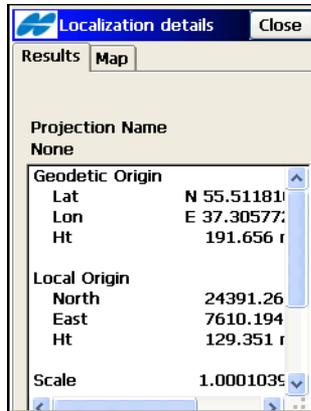

Abbildung 8-3. Transformationsdetails
6. Das Fenster *Transformationsdetails* erscheint (Abbildung 8-3 auf Seite 8-5).
Das neue Koordinatensystem wird unter dem Namen „Transformation“ gespeichert und automatisch nach Antippen von **Schließen** ausgewählt (Abbildung 8-3 auf Seite 8-5), wenn mindestens ein Passpunkt bestimmt wurde. Auf der Karte werden Passpunkte als blaue Dreiecke dargestellt.